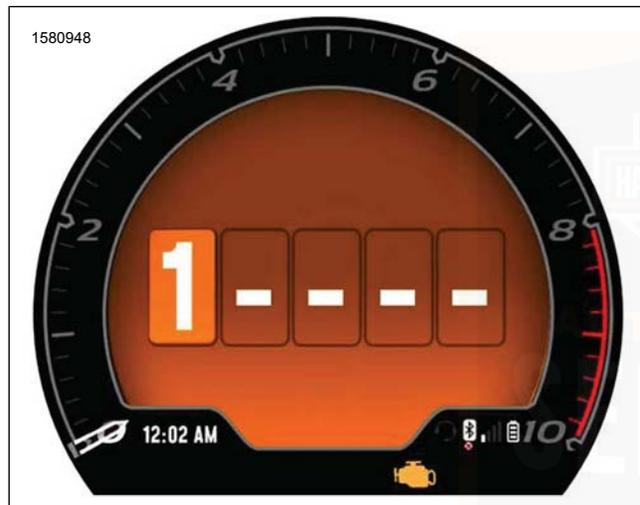

Abbildung 21. Zifferneingabe erster PIN
1. Siehe Abbildung 21. Die erste Ziffer des PIN wählen.